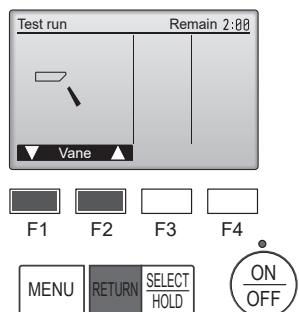

Fig. 6-6
- ① Vérifiez le volet automatique à l'aide des boutons [F1] [F2]. (Fig. 6-6)
- ② Appuyez sur le bouton [RETURN] pour revenir à l'écran "Test run" (Test fonctions).
- ③ Appuyez sur le bouton [ON/OFF].